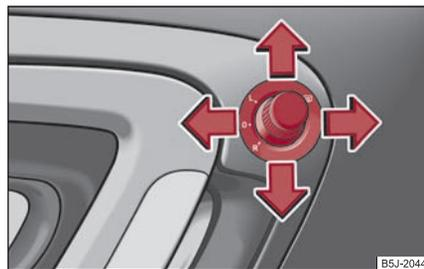

Abb. 59 Türinnenteil: Drehkopf
- Stellen Sie den Drehkopf in die Position  ⇒ Abb. 59. ▶